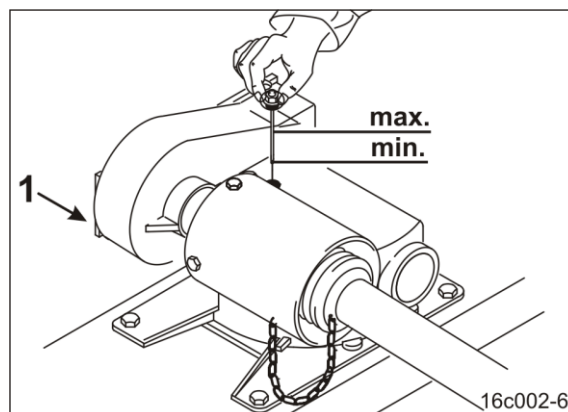

Fig. 178
2. Dévissez la vis de vidange (Fig. 178/1).